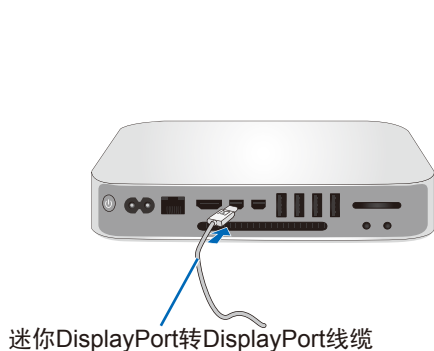

图 A.1
2. 对于具有 **Thunderbolt** 或迷你 **DisplayPort** 输出的 **MAC**：将迷你 DisplayPort 转 DisplayPort 线缆连接到系统的视频接口（图 A.1）。